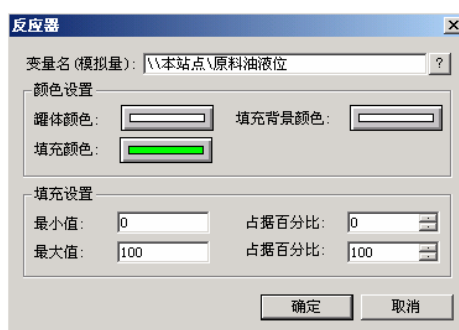

图 3-6
1、打开“**监控中心**”画面，在画面上双击“**原料油罐**”图形，弹出该图库的动画连接对话框，如图 3-6 所示：